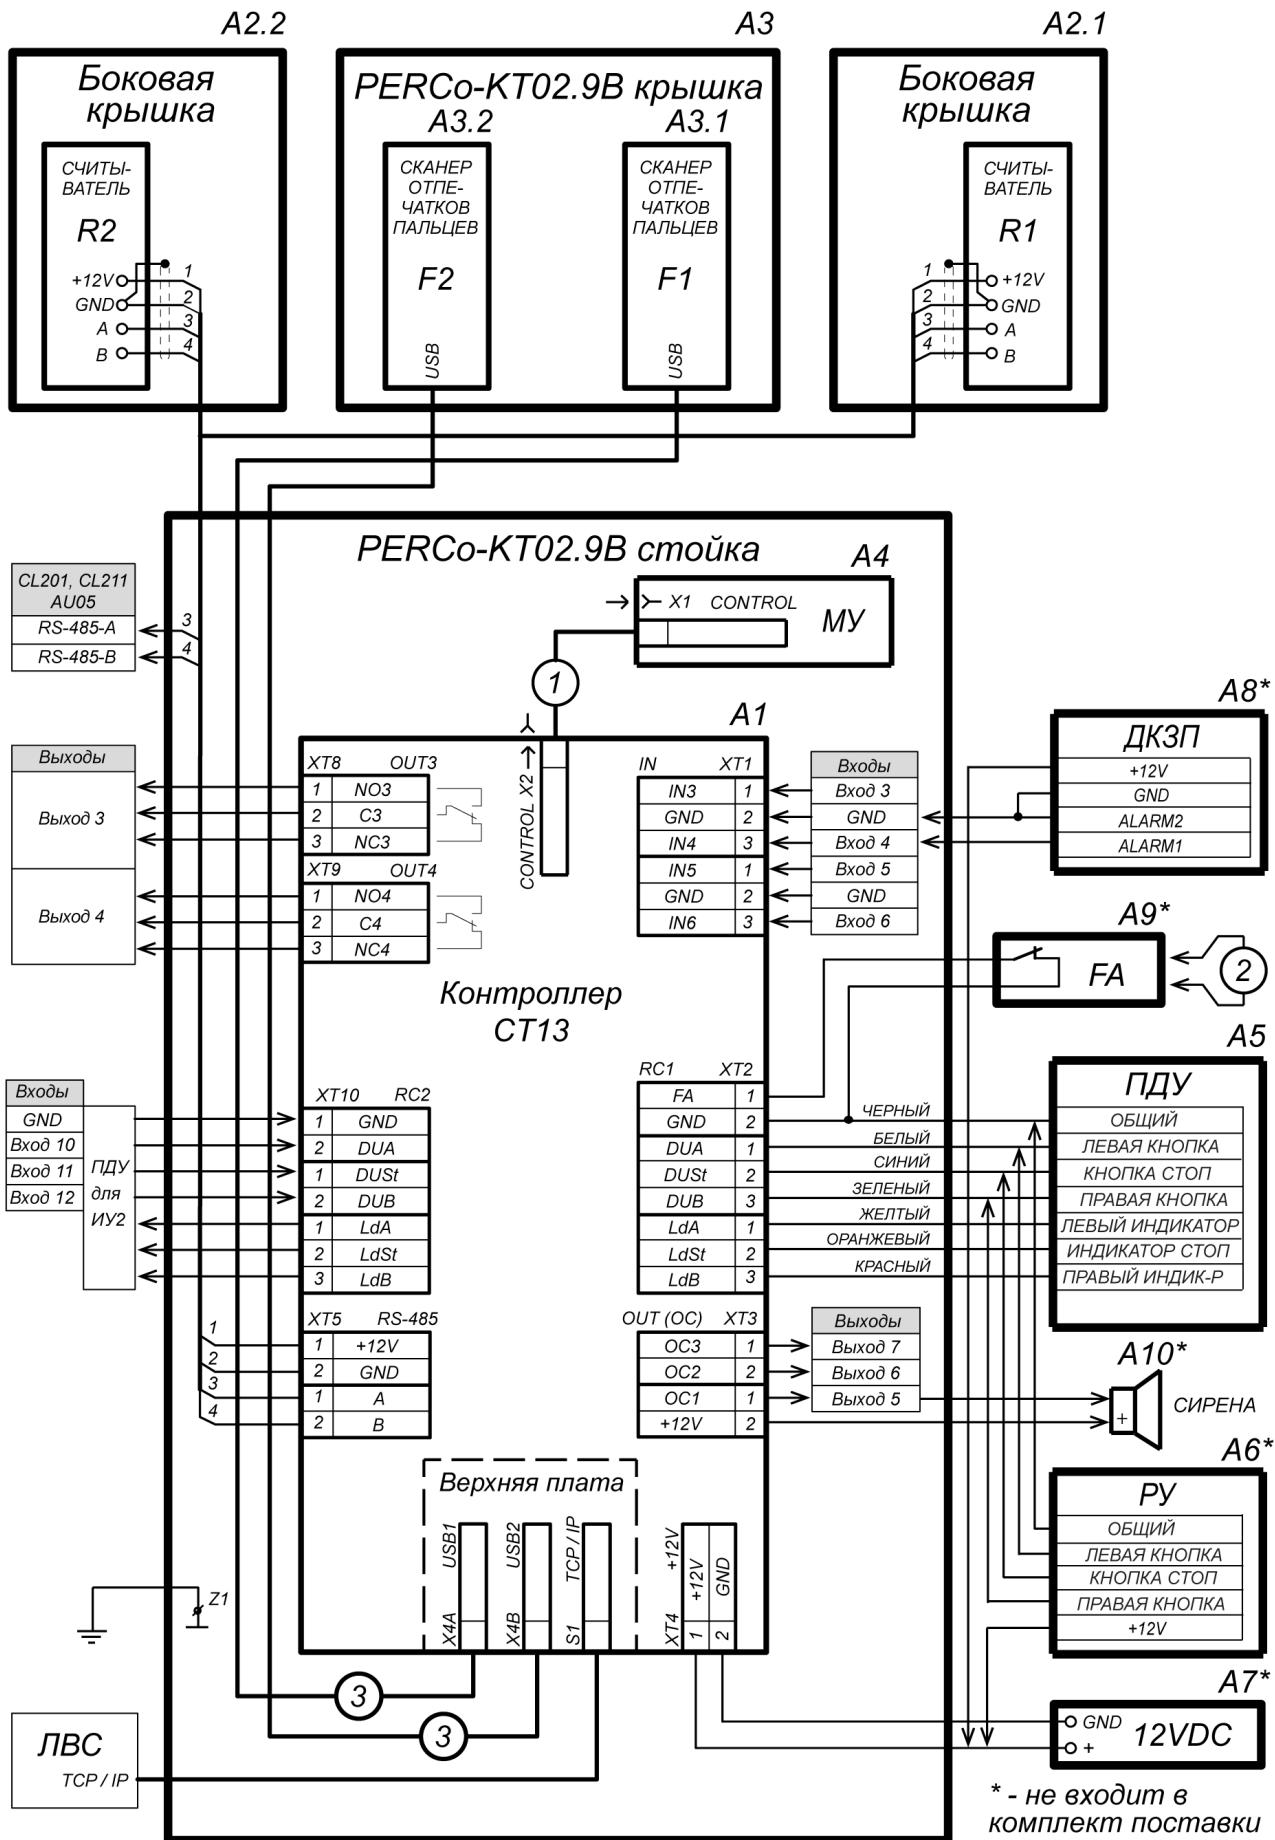

Рисунок 12. Общая схема подключения ЭП и дополнительного оборудования
Расположение клеммных колодок на нижней плате контроллера ЭП показано на рис. 7, назначение контактов клеммных колодок указано в табл. 2. Схема подключения приведена на рис. 12. Используемые при подключении типы кабелей указаны в табл. 5. При монтаже ЭП придерживайтесь следующей последовательности действий:
- 10 – кабель заземления; Z1 – контакт заземления; позиционные обозначения A1-A4, X1, X2 и Z1 – указаны на схеме рис.12
11. Подключите кабель питания (10) к клеммной колодке **XT4** на нижней плате контроллера согласно схеме, приведенной на рис. 12.
12. Подключите кабель ПДУ (14) к клеммной колодке **XT2** согласно схеме, приведенной на рис. 12.
13. Подключите, при необходимости, кабели от других устройств к соответствующим разъемам встроенного контроллера ЭП в соответствии с общей схемой, приведенной на рис. 12, а также частными схемами для различных видов устройств, представленными на рис. 15 - 22.